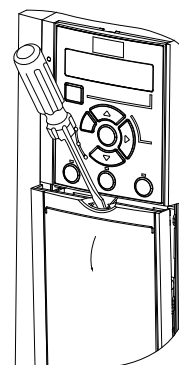

Рисунок 4.6 Доступ к подключению элементов управления в корпусах J1-J7
- Снимите крышку доступа с помощью отвертки. См. Рисунок 4.6.